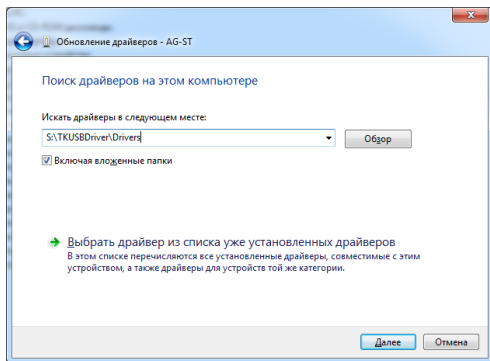

Рис.2. Установка драйверов из указанного места.
6. Укажите путь к папке с драйверами и нажмите кнопку «Далее» (рис.2). Система начнет установку драйверов из указанного места на жестком диске.